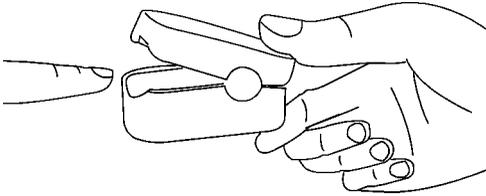

Figura 4
1. Aprire il sensore come mostrato in figura 4.